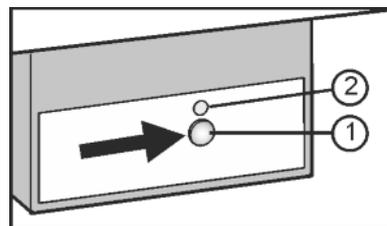

Fig. 7
- ▶ 按下按键 On/Off Fig. 7 (1)，LED Fig. 7 (2) 发亮。